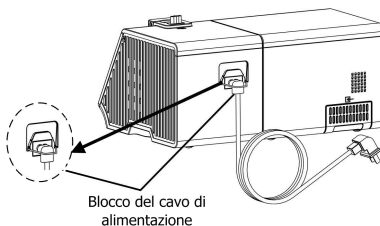

Fig. 11-4
- (2) Premere il lucchetto del cavo di alimentazione e fissare il cavo di alimentazione e il connettore di alimentazione. La funzione del lucchetto è di impedire che il cavo di alimentazione si stacchi dalla porta di alimentazione, come mostrato nella Fig. 11-4;
- (3) Inserire la spina del cavo di alimentazione nella presa di alimentazione.